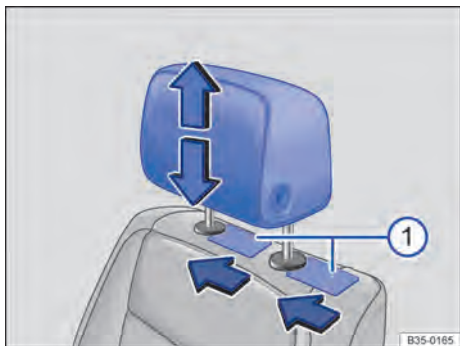

Fig. 48 Desinstalar o apoio para cabeça dianteiro.
- Empurrar um objeto plano, por exemplo, um cartão de plástico, respectivamente nos dois lados entre o revestimento do encosto do banco e a capa de cobertura da barra guia do apoio para cabeça e, ao mesmo tempo, com uma leve pressão, destravar as barras retentoras ⇒ Fig. 48 ①.